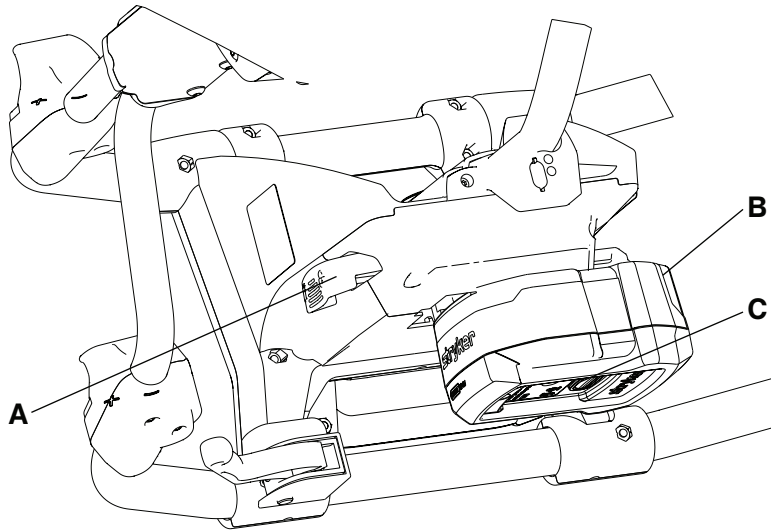

Figura 25 – Liberación de la batería
1. Presione el botón de liberación con una mano rojo (C) o el botón de liberación de la batería (A) para liberar el **SMRT Pak** (B) de la camilla (Figura 25).